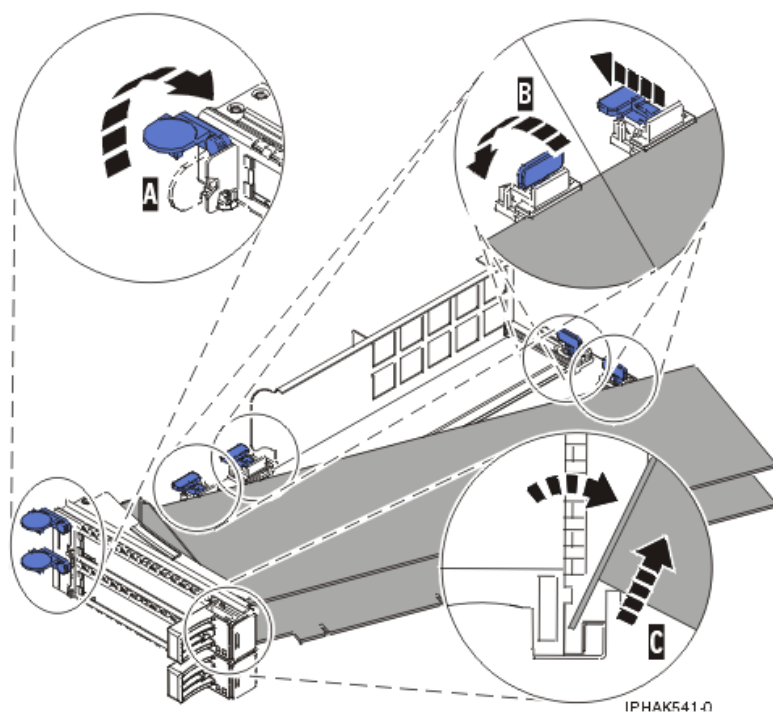
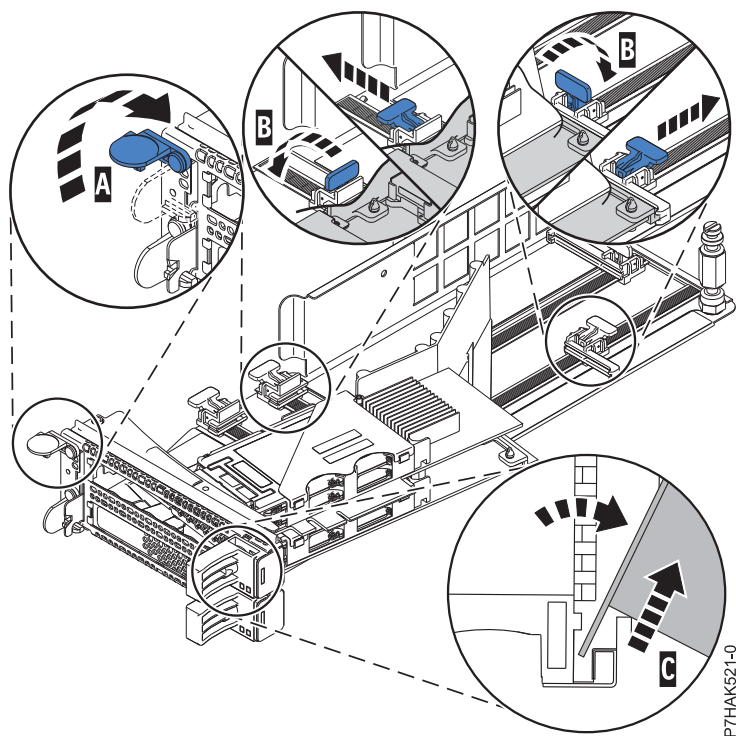

図 46. PCI アダプター・カセットから取り外されたアダプター
図 47. PCI アダプター・カセットから取り外された PCIe RAID および SSD SAS アダプター
- d. ピボット・ピン (C) を回して外し、安全な場所に置く。
- a. 保持クリップ (A) を水平位置まで回転して、アダプター保持具 (B) をアンロックする。 70 ページの図 46を参照してください。 PCIe RAID および SSD SAS アダプターを取り外す場合は、70 ページの図 47 を参照してください。